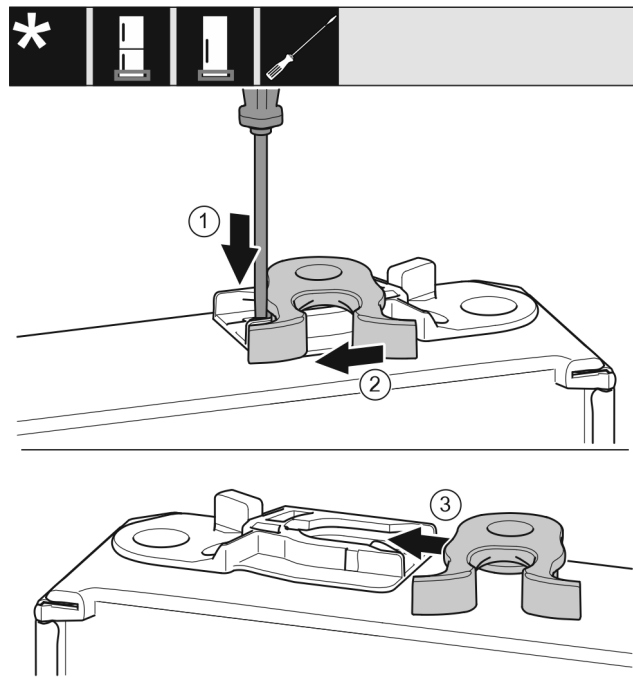

Fig. 46 *
- Spingere verso il basso la linguetta Fig. 46 (1) con il cacciavite a intaglio.*
- Estrarre il gancio di chiusura Fig. 46 (2) dalla guida.*
- Spostare il gancio di chiusura Fig. 46 (3) sull'altro lato nella guida.*